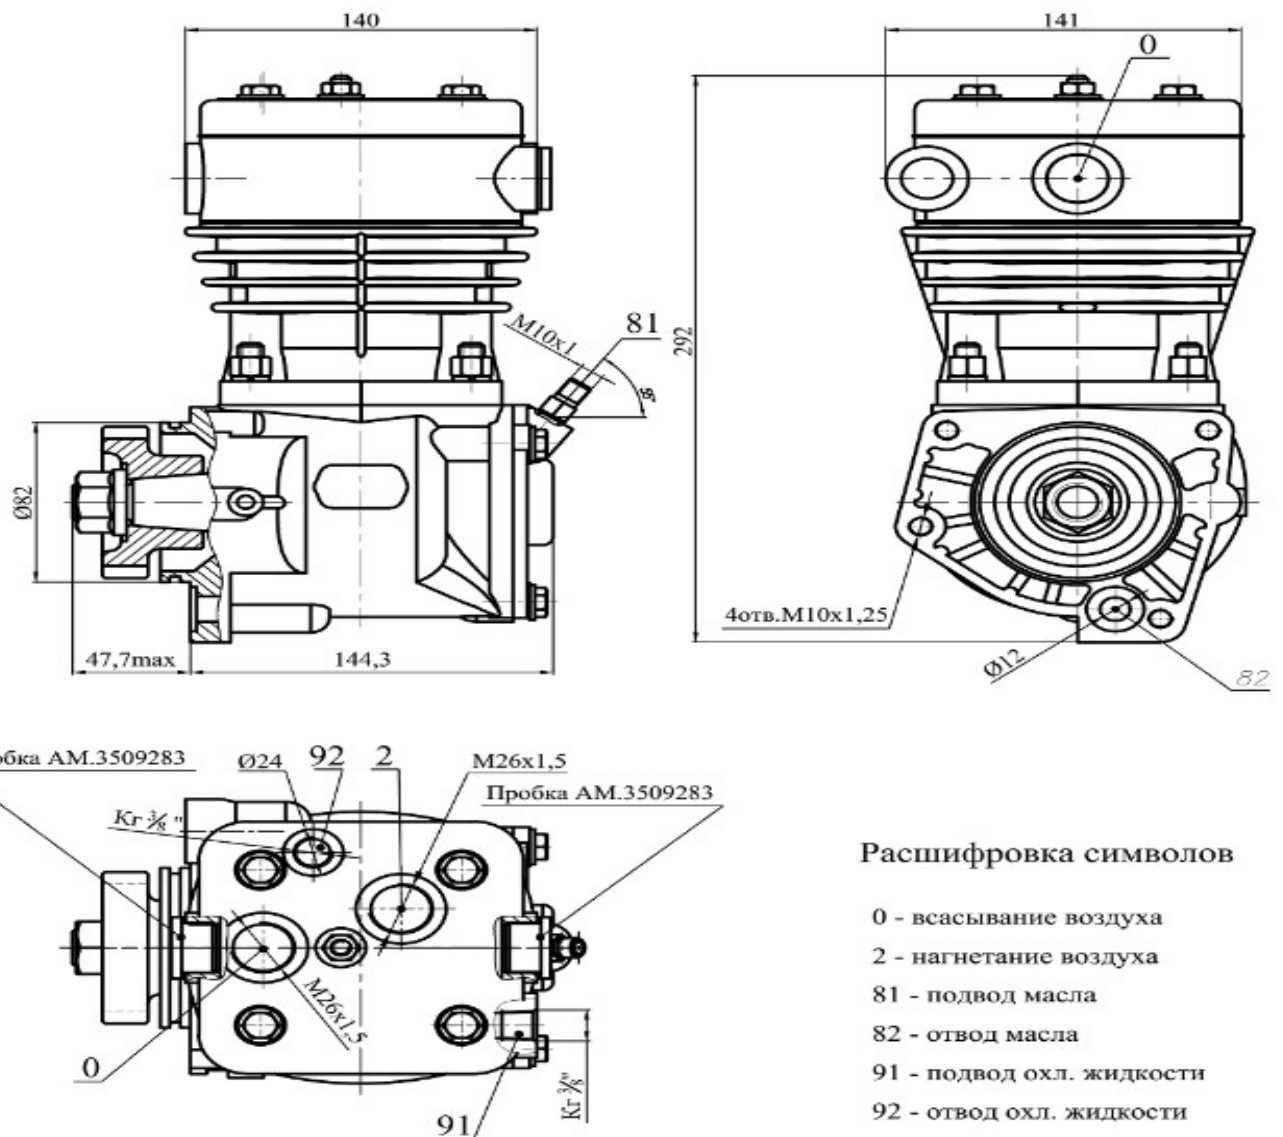

Рис. 1. Габаритные и присоединительные размеры компрессора AM.3509015-05.
2.10 Присоединительные и установочные размеры в соответствии с Рис.1
Компрессор крепится к картеру маховика с помощью 4-х болтов, которые вворачиваются в отверстия с резьбой М10х1,25-6Н на стыковочном фланце картера (рис.1а).
Для уплотнения стыковочной горловины компрессора должно применяться резиновое кольцо круглого сечения АМ.3509324 или 53205-3509324 (поз. 12 на рис.1). Для уплотнения отверстия слива масла должны применяться резиновые кольца прямоугольного сечения АМ.3509322 или 53205-3509322 (отвод масла), соответствующие посадочным местам на компрессоре. Комплект колец установлен непосредственно на компрессоре.